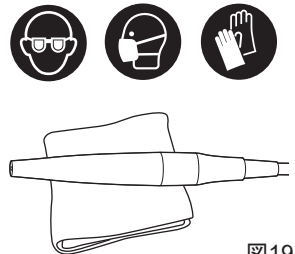

図19
- 3) ハンドピースの外装部と先端部分を水を含ませた布（毛羽立たないもの）で10秒間拭き取ります。（図19）